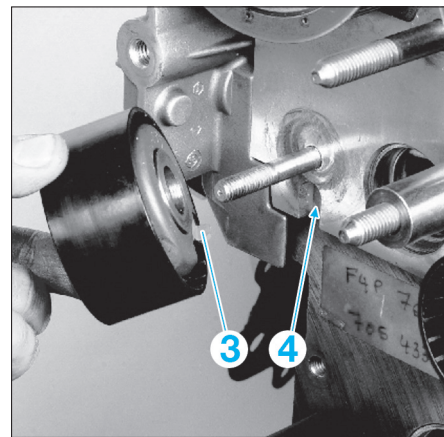

FIG. 20
- Reposer un galet tendeur neuf avec son ergot (3) correctement positionné dans la rainure (4) sur la culasse (fig. 20).